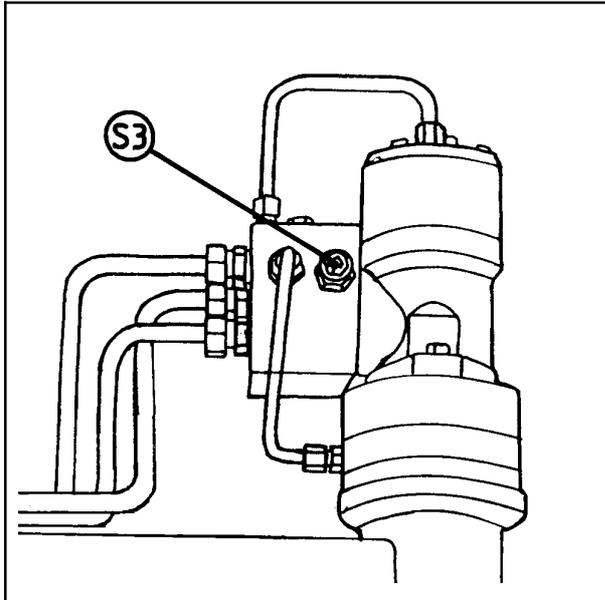

Fig. 14-3
- b) **Soupape de sécurité sur le retour de pression.** (S3, fig.14-3)
- b) **La soupape de sécurité (S3)** peut avoir des fuites. Dans ce cas, l'huile ne parvient pas au moteur du bras (voir fig.14-3). Démontez et vérifiez que l'obturateur n'est pas bloqué.